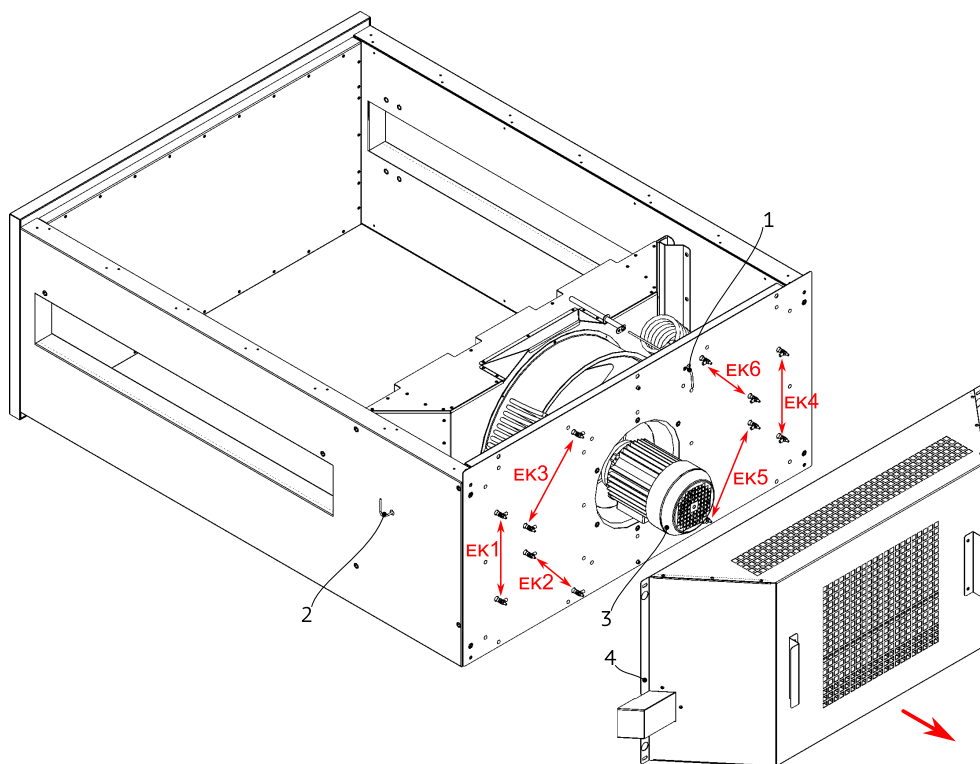

Рисунок 17
6. Снимите кожух двигателя (4), см. Рис. 17.